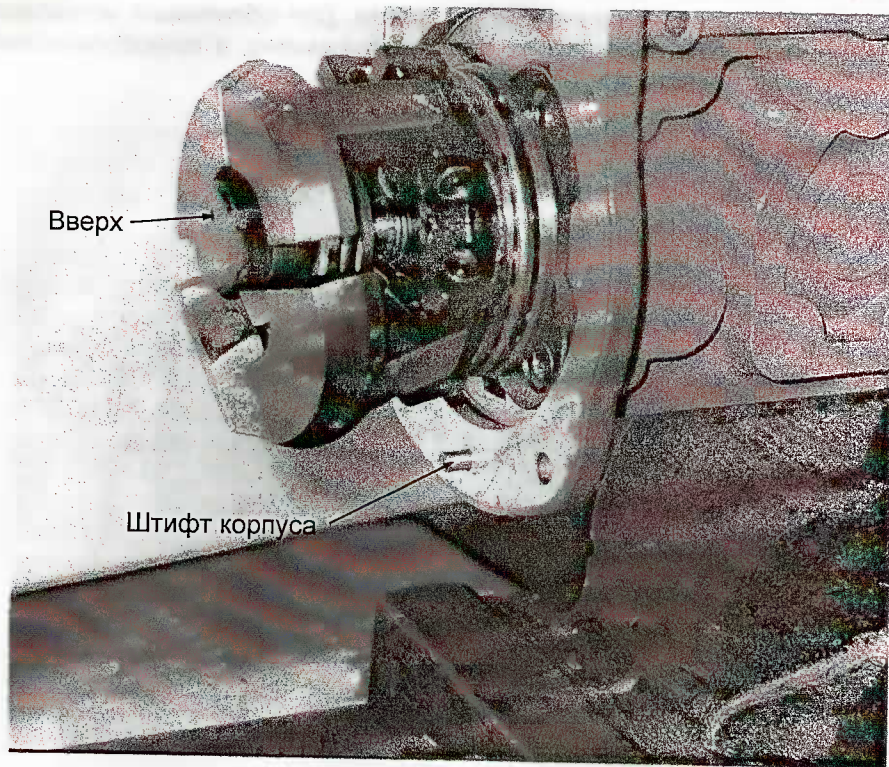

рис. 2.37
- Установите на вал и рычаги грузов подшипник и муфту регулятора. Масляное отверстие муфты регулятора должно быть направленно к верхней части насоса, рис. 2.37.
- а) Проверьте наличие центрующего штифта в корпусе ТНВД, рис. 2.37.